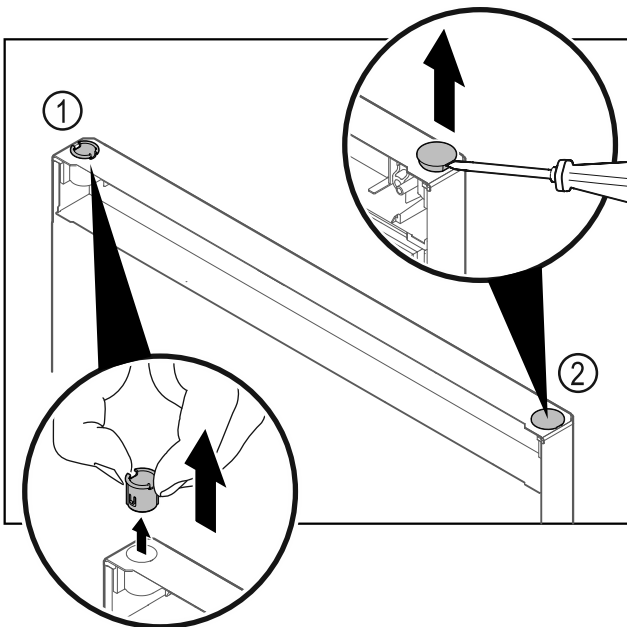

Fig. 28 Dvere chladničky
- Vytiahnite puzdro závesu Fig. 28 (1) prstami.
- Plochým skrutkovačom opatrne nadvihnite kryciu zátku Fig. 28 (2) a vytiahnite ju.